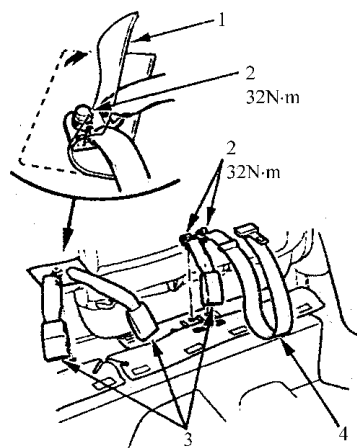

图 11-11 将搭扣固定装置地毯拉起
4) 下沉式座椅：如图 11-11 所示，在右侧，将搭扣固定装置地毯拉起。